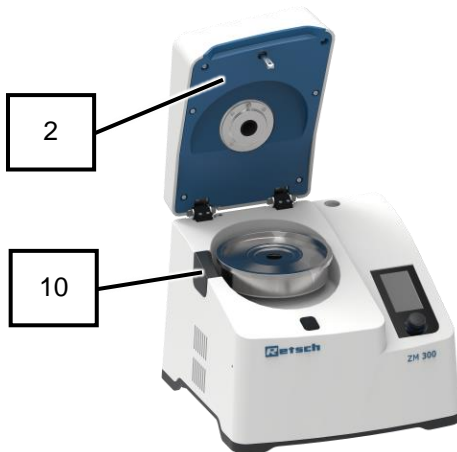

图46：带有料盒和研磨工具的设备
→ 设备已关闭，设备护罩(2)处于打开状态(图46)。
4. 将放入的研磨工具和料盒(26)从内腔(10)中取出(图46)。
5. 将作为料盒(26)旋流器开口的皮碗(9)朝上拔出(图46)。